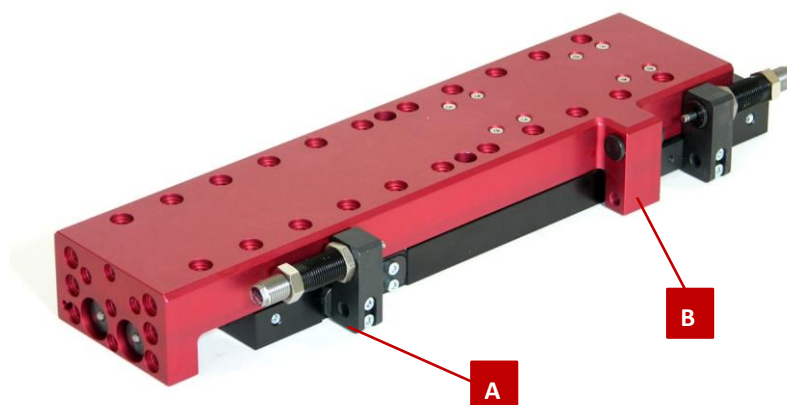
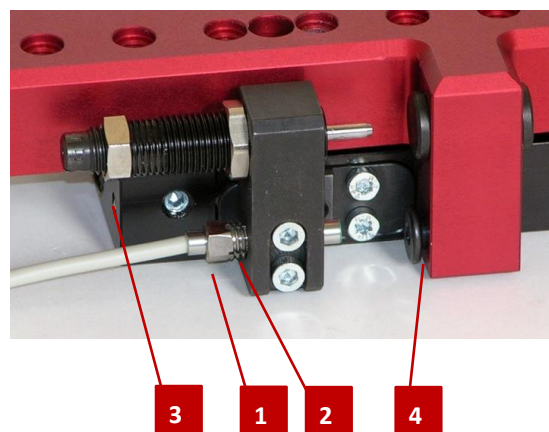

Fig. 12 A+B : Montage de l'initiateur inductif
Fig. 13 Montage de l'initiateur inductif
1. Visser l'initiateur (Fig. 13, 1) avec la douille de serrage (Fig. 13, 2) dans le détendeur A et B (Fig. 12).
2. Réglez et serrez l'initiateur (Fig. 13, 1) ainsi que l'amortisseur (Fig. 13, 3).
4. Vérifiez le bon fonctionnement de l'initiateur à l'aide de la vis de contact de l'initiateur (Fig. 13, 4).